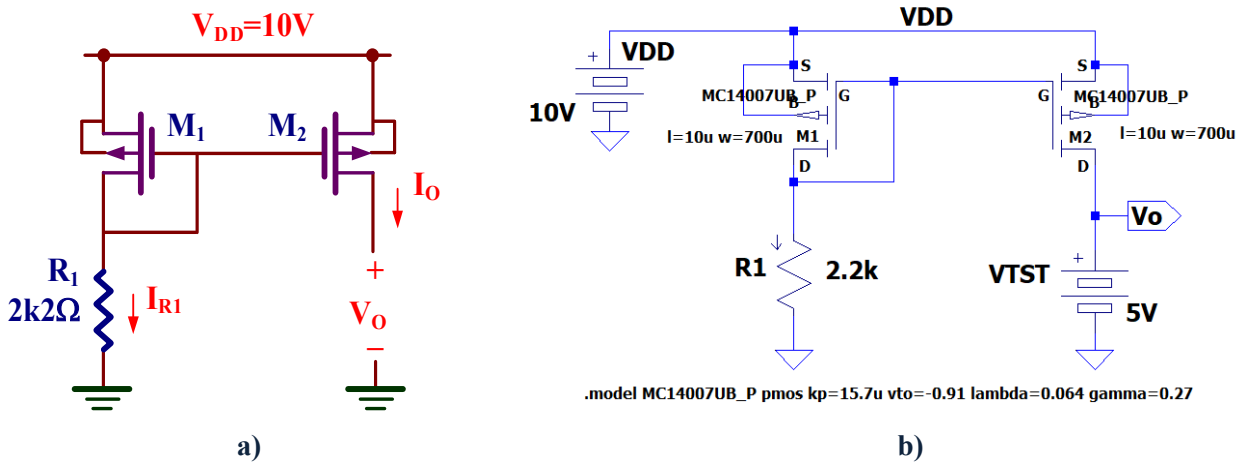

Figura IX.6. Espejo de corriente simple PMOS: a) Esquema; b) Edición con LTspice.
E) Editar con LTspice el esquemático de la fuente de corriente PMOS de la figura IX.6.